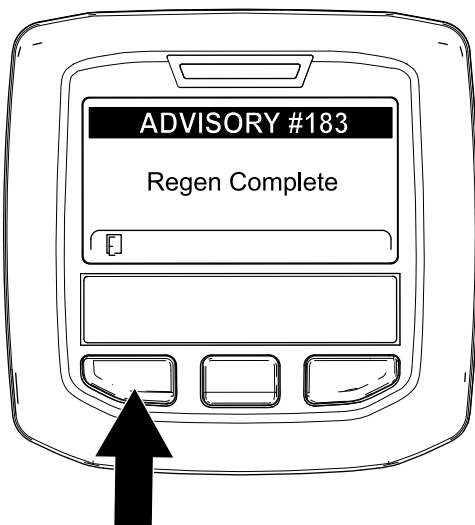

図 90
- 駐車再生 やりかばり再生が終了すると、インフォセンターにアトバイスNo. 183 が表示される 図 90。左ボタンを押してホーム画面に戻る。
注 再生に失敗した場合は、インフォセンターにアドバイス No. 184 図 90 が表示される。左ボタンを押してホーム画面に戻る。